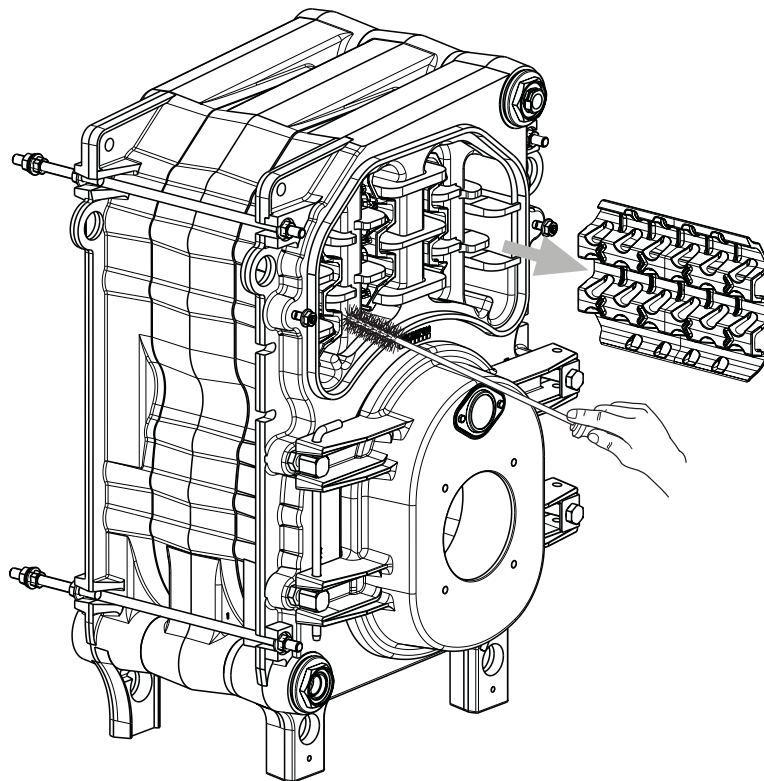

Abb. 11
3.3.1 Rauchgasseite des Kessels (Abb. 11)